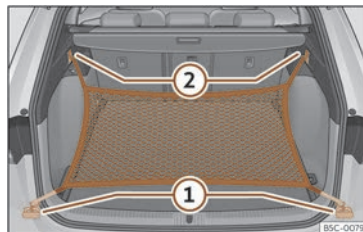

Fig. 195 Dans le coffre à bagages : œillets ① et crochets ② pour accrocher le filet.
- Fixez les crochets courts du filet aux œillets d'amarrage >>> **fig. 195** ① >>> . La fermeture à glissière du sac doit rester vers le haut.
- Fixez les rubans aux crochets pour accrocher des sacs ②.